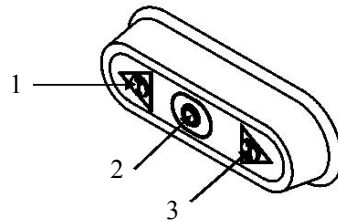

ABB. Nr.8 - Steuerapparat
3. Das Fleisch auf dem Trichter stellen (8), danach die Maschine durch den Steuerknopf "I" (punkt. 2 - ABB. Nr.8) in betrieb setzen;
4. Der Stoßel aufheben (7) und das Produkt in der Pinole hineinstecken; den Stoßel benutzen, nur um die Einfügung des Fleisches in dem Fleischwolf zu helfen;
6. An der Ende der Schnittbearbeitung die Maschine durch den Schaltknopf "0" ausschalten (siehe ABB. Nr. 8), dann, die Fleischwolfeintritt abmondieren und alle Teile reinigen (siehe ABB. Nr. 1).
7. Im Fall Klemmen oder Problemen von Vermahlung die Maschine ausschalten und auf die Umkehrsteuerung "I" in Zeitabstände drücken (Punkt. 1 - ABB. Nr. 8); dann die Maschine wiederanschalten durch den Schaltknopf Start "I" (Punkt 2 - ABB. Nr. 8).
2. Der Reibhebel aufheben (15) und das Produkt in der Reibeiseneintritt stellen während es mit dem Reibhebel blockiert wird. Die Menge Produkts in der Reiböffnung muß nicht die Sperrung des Hebels verhindern;
3. Machen sich sicher, daß die Unterlegschale (12) richtig gestellt ist (das heißt, bis an dem Maschinehauptteil zu stoßen), so daß das Mikro reagiert und das Inbetriebsetzung der Maschine erlaubt.
4. Die Maschine durch dem Steuerknopf "I" (punkt 2 - ABB. Nr. 8) in Betrieb setzen;
5. An der Ende der Bearbeitung die Maschine durch der Steuerknopf "0" ausschalten (siehe ABB. Nr. 8), dann die Reiböffnung abmondieren und alle Teile reinigen (siehe Paragraph 6.2).
6. Im Fall Klemmen oder Sperre der Walze die Maschine ausschalten und auf die Umkehrsteuerung "I" in Zeitadständen drücken (Punkt. 1 - ABB. Nr. 8); dann die Maschine wiederanschalten durch den Schaltknopf Start "I" (Punkt 2 - ABB. Nr. 8).
- 1 Die Maschine durch den Schaltknopf "I" (Punkt 2 - ABB. Nr. 8) in Betrieb setzen und dann sie durch den Schaltknopf "0" (Punkt 3 - ABB. Nr.8) stoppen;
Die Maschine ist mit einem der Leistungsaufnahme angemessenen Speisekabel (Durchmesser $5 \times 1,5 \text{ mm}^2$), Länge 1,5 m. Die Maschine 400 Volt 50 Hz durch einen (CEI) Stecker (roten) dreiphasig schalten, und ein 10A, $\Delta I = 0,03\text{A}$ differential-thermomagnetischer Schalter dazwischenlegen. Dann, machen sich sicher, daß die Erdanlage gut arbeitet. Bevor die Maschine dem dreiphasischen Stromnetz zu schalten, die Drehrichtung des Trichters und der Reibwalze durch den Schaltknopf "I" prüfen (Punkt 2 -ABB. Nr. 8). Dann die Maschine durch den Schaltknopf "O" anhalten.